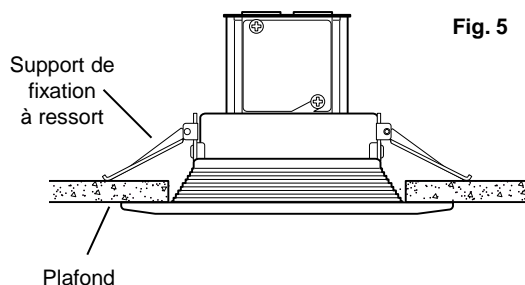

Fig. 5
9. Continuez d'insérer le luminaire encastré dans l'ouverture, tout en maintenant la pression sur les supports de fixation à ressort. Lorsque ces derniers atteignent les bords de l'ouverture, relâchez-les et enfoncez le luminaire encastré jusqu'à ce que les deux supports se referment sur la cloison du plafond. (Fig. 5)